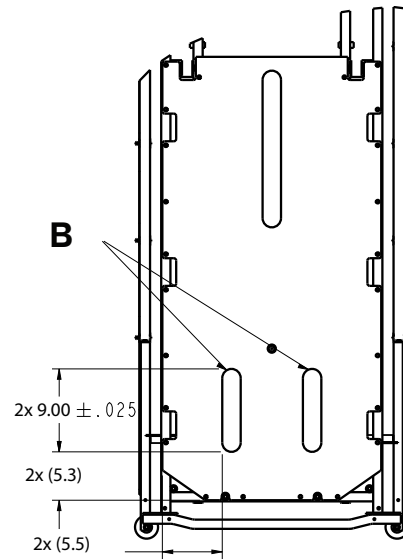

Figure 2 – Mettre le Velcro® en place sur le côté pieds
9. Répéter les étapes 1 à 8 pour remplacer le **Velcro®** (B) du côté pieds (Figure 2).